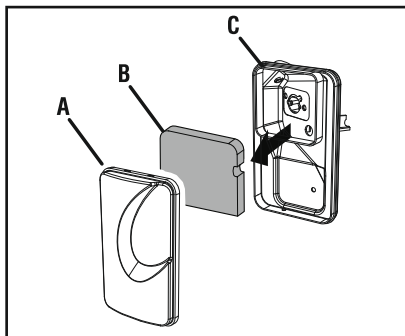

Рисунок 62 – Воздушный фильтр
- Снимите защитный экран воздушного фильтра и вытащите фильтр (рис.62).